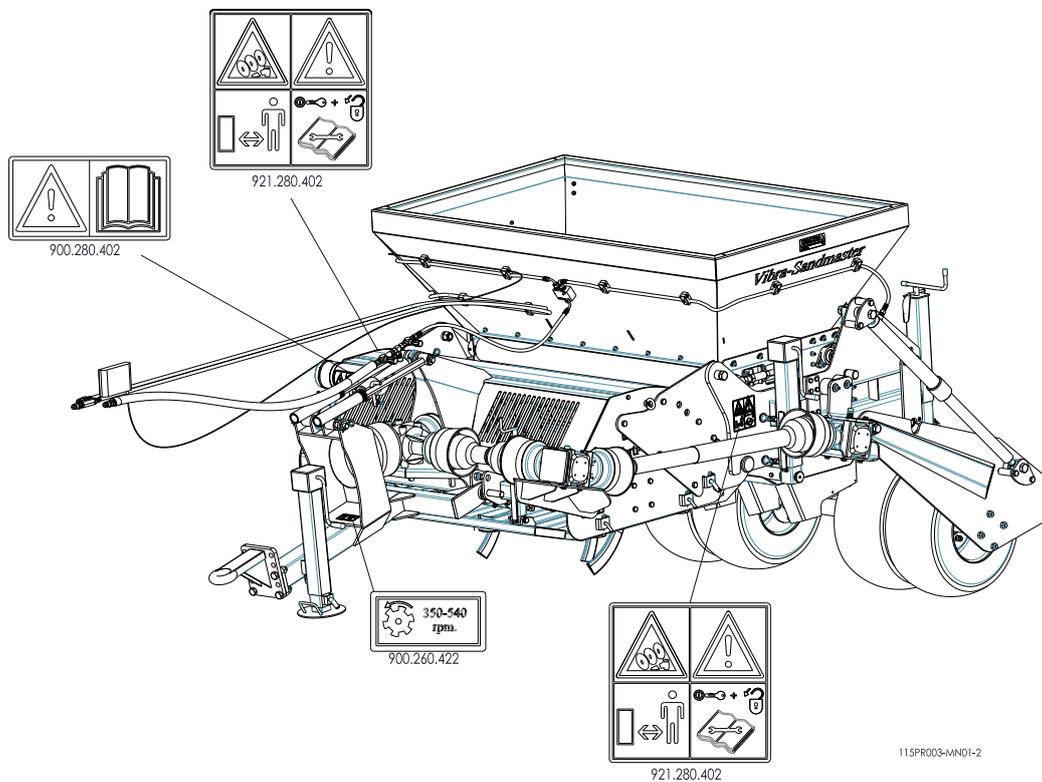

Fig. 5
A ambos lados del Vibra-Sandmaster en la cubierta lateral, hay una pegatina de seguridad (Fig. 5) dejando ver estos avisos. Esta pegatina de seguridad siempre debe ser bien visible y legible. Debe ser repuesta cuando está dañada.
(7) Colocación de pegatinas de seguridad. (Fig. 5.)